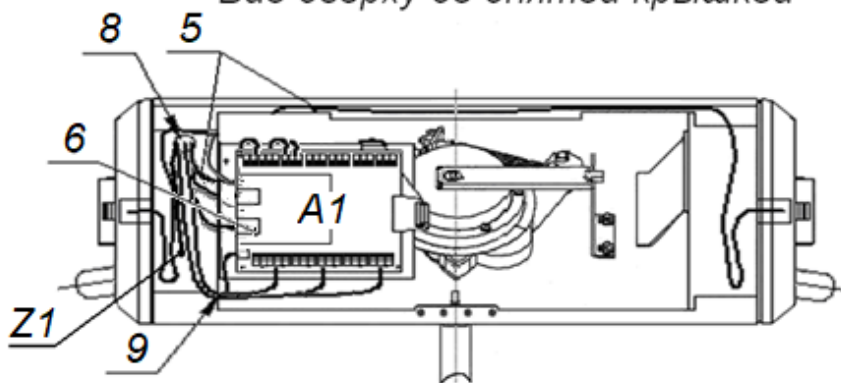

Рисунок 14. Схема прокладки кабелей в стойке ЭП
6. Подготовьте в полу отверстия под гильзы анкеров для крепления стойки ЭП. Установку и крепление стойки производите после прокладки всех кабелей в кабельном канале и внутри стойки. Схема прокладки кабелей в стойке и места расположения отверстий, в которые следует установить изоляционные втулки из комплекта поставки, показаны на рис. 14.
10. Протяните кабели внутри стойки. Рекомендуемое расположение кабелей при прокладке внутри стойки показано на рис. 14.
16. Выполните заземление стойки ЭП в соответствии с требованиями ПУЭ («*Правила устройства электроустановок*»). Контакт заземления **Z** находится под крышкой стойки (3), слева от плат контроллера (см. рис. 14).
17. Проверьте правильность и надежность всех электрических подключений. При помощи площадок самоклеящихся и стяжек неоткрывающихся из комплекта поставки закрепите все кабели. После подключения всех кабелей и закрепления стойки на полу установите на место крышку (3) (см. разд. 6). Закройте заглушками Ø30 мм из комплекта поставки четыре отверстия для анкерных болтов в основании (2) и вспомогательное отверстие для подводки кабелей в нижней части каркаса (1) (если оно не используется).
18. Для установки в рабочее положение преграждающих планок снимите с поворотного механизма крышку (6), отвернув винт М4×25. Отверните болт М8×30, установленный на преграждающей планке (5). Установите преграждающую планку в соответствующее посадочное место и зафиксируйте болтом. Под головку болта установите пружинную шайбу. Затяжка болтов должна обеспечивать надежную фиксацию преграждающей планки (без люфта). Повторите операции при установке остальных преграждающих планок. Установите на место крышку (6) согласно рекомендациям разд.6.